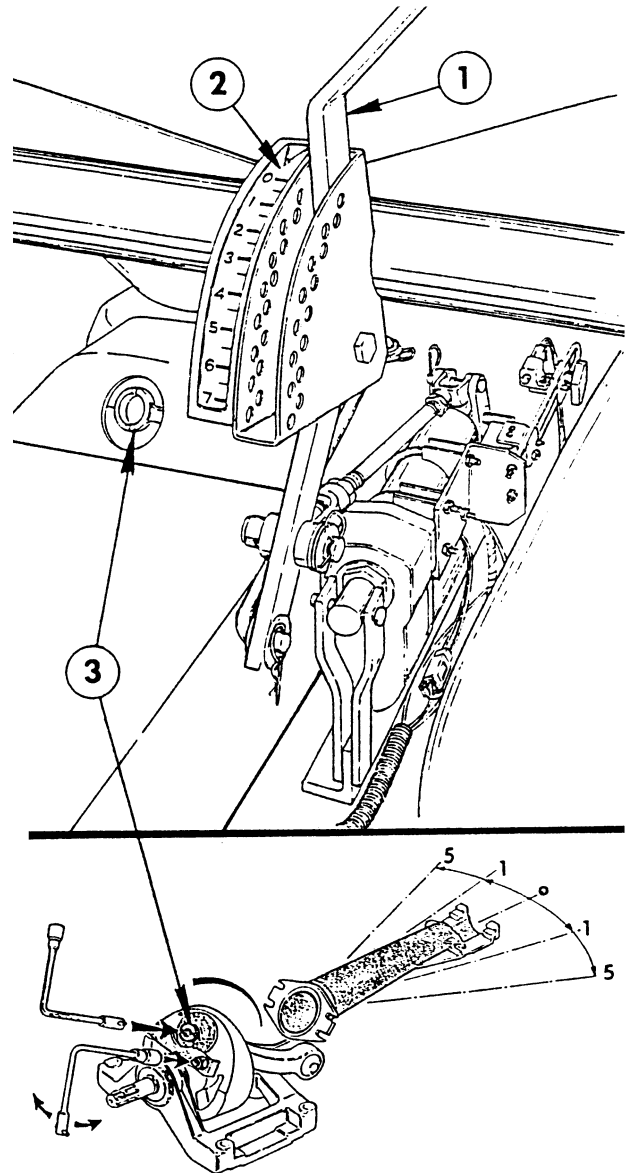

Bild 5
1. Die Antriebsscheibe des Streuers per Hand drehen, bis die Bogeneinstellung in der Streueröffnung erscheint, siehe Bild 5.